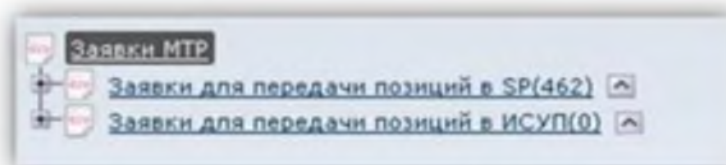

Рисунок 7.2.1– Библиотека заявок МТР
- перейти в библиотеку «Библиотека заявок МТР» - «Заявки для передачи позиций в SP» (рисунок 7.2.1).